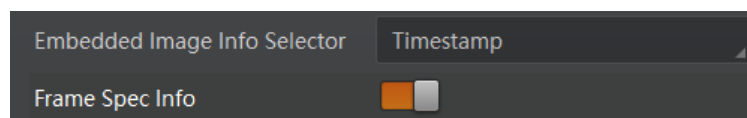

图8-3 启用 Frame Spec Info 参数
2. 启用 *Frame Spec Info* 参数，即可嵌入相应信息，如图 8-3 所示。